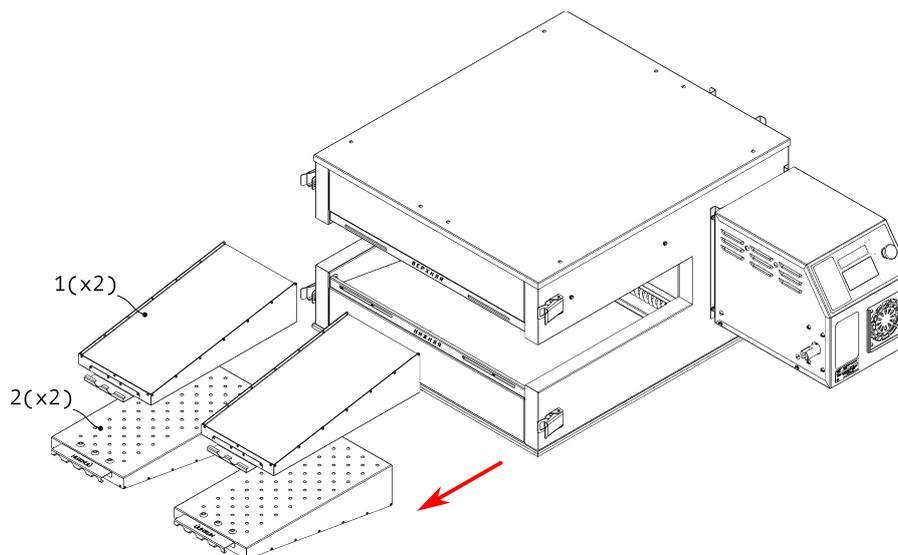

Рисунок 23
4. Вытащите верхние (1) и нижние (2) воздуховоды, см. Рис. 23.